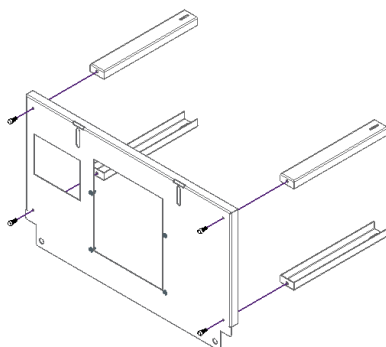

Figura 2 – Montagem mesa auxiliar
1. Proteger a superfície sobre a qual se vai trabalhar. Deve unir-se as quatro pernas da mesa com quatro parafusos DIN 912 M8x20mm como mostra a Figura 2, deve-se apertar apenas com as mãos, para ser mais fácil de executar o resto da montagem do conjunto.